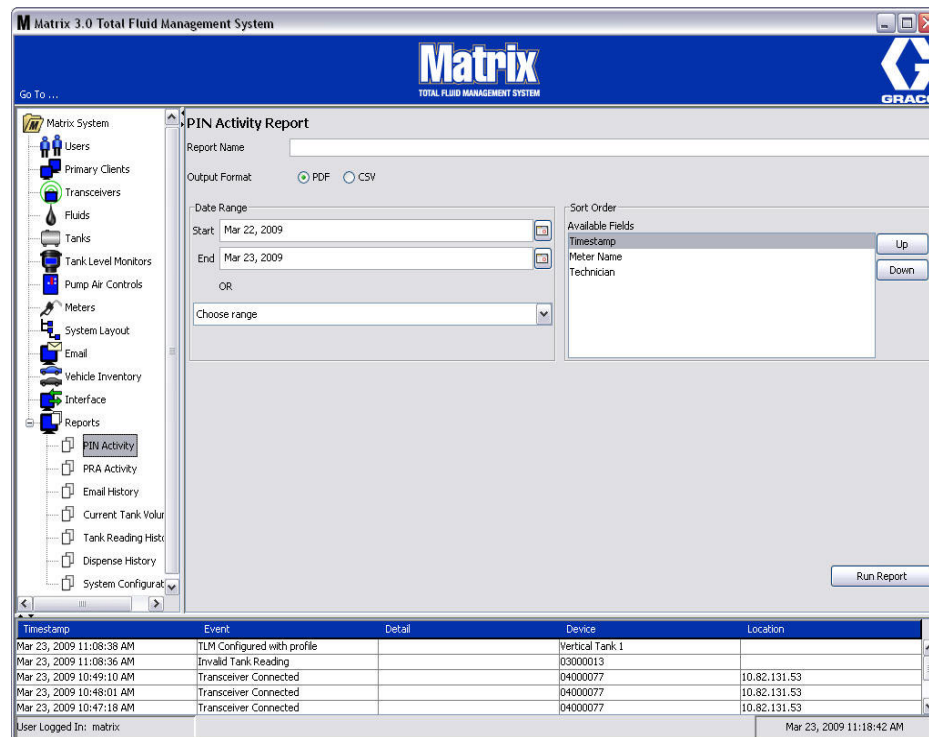

FIG. 167
- **PIN-activiteit (FIG. 167):**